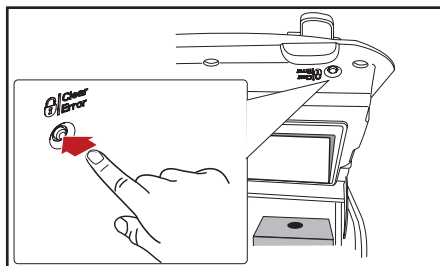

Fig. 4.7 - LOCK/Clear-Error knop
2. Druk op de LOCK/Clear-Error knop om het apparaat op slot te zetten (fig. 4.7).